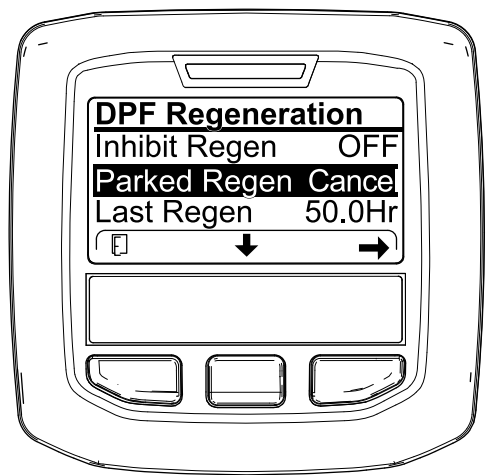

Figura 67
1. Acceda al menú DPF Regeneration (Regeneración de DPF) (Figura 67).
2. Pulse el botón central para desplazarse hacia abajo, hasta la opción PARKED REGEN CANCEL (Cancelación de regeneración con máquina aparcada) (Figura 67) o la opción RECOVERY REGEN CANCEL (Cancelación de regeneración de recuperación) (Figura 68).
3. Pulse el botón derecho para seleccionar la opción Regen Cancel (Cancelación de regeneración) (Figura 67 o Figura 68).